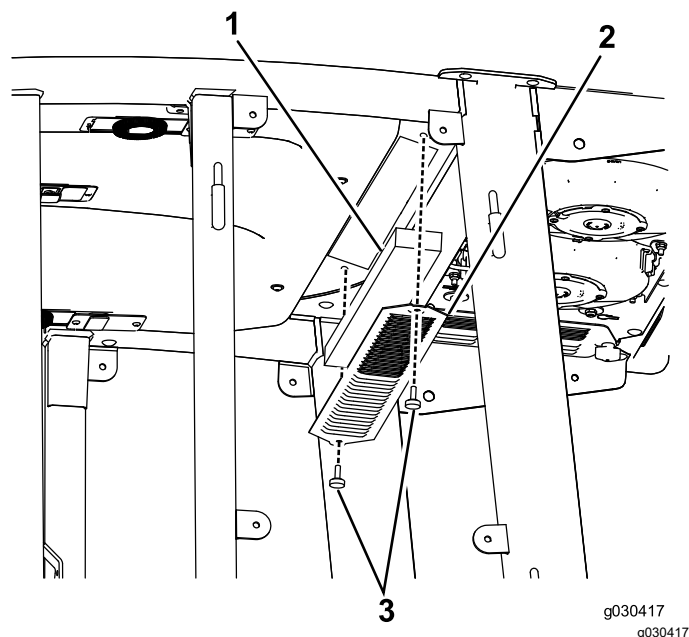
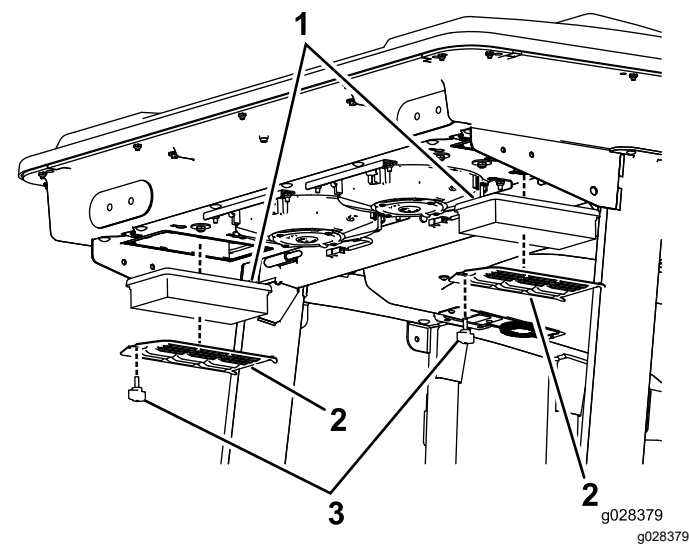
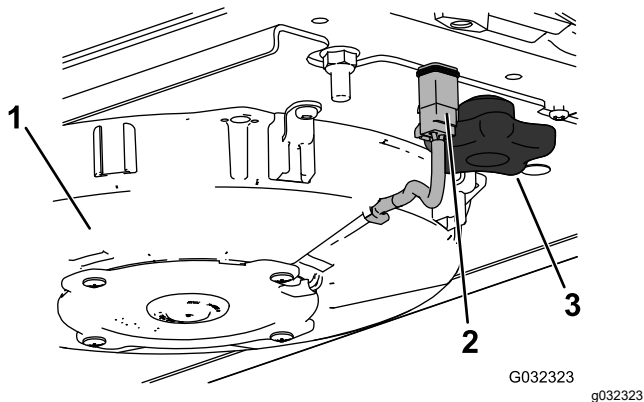

図 59
図 60
図 62
1. 室内用と後部用のエアフィルタからねじを外して格子を外す 図 59 と 図 60。
2. 各ファンの配線を外す 図 62。
3. ノブ2個を外してファンアセンブリを取り外す 図 62。
5. エアフィルタを取り外す 図 60。
7. エアフィルタ、スクリーン、ファンアセンブリを取り付ける 図 60、図 63、図 62。
8. 各ファンの配線を元通りに接続する 図 62。